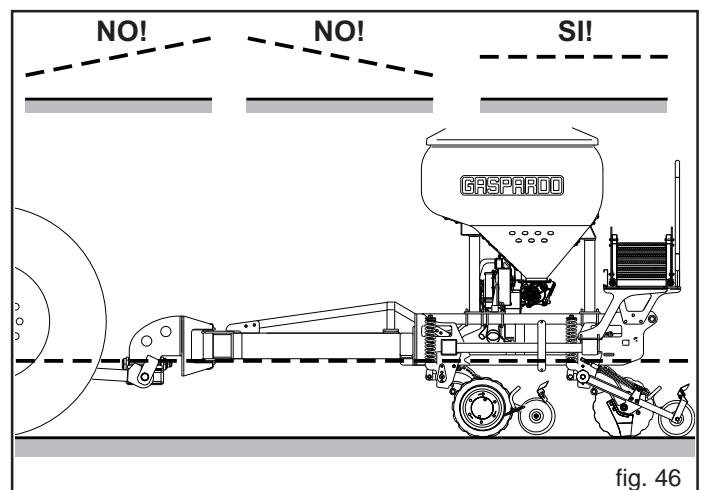

fig. 46
- 5) Versichern Sie sich, daß sich bei der Arbeit der Rahmen immer in waagrechter Lage befindet (Abb. 46), damit das Saatgut gleichförmig auf die beiden Sävorrichtungselemente-Sätze verteilt wird.